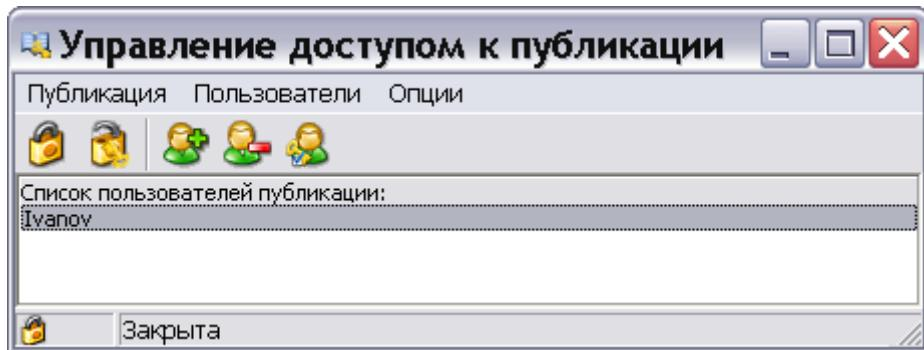

Рис. 202
6. Для предоставления права просмотра публикации только пользователям, внесённым в список, нажмите на кнопку **Зашитить публикацию и записать служебные данные** или в меню **Публикация** выберите команду **Зашитить**. При этом изменится информация о доступе к публикации, отображаемая в нижней части окна (Рис. 202).